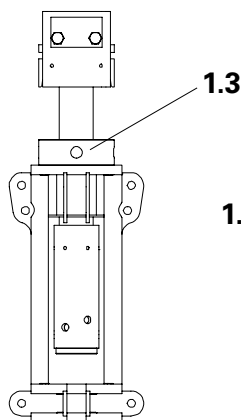

Fig. 2
1. Ruotare in senso orario la madrevite (1.3) con l'albero di montaggio fino al fine corsa. (Fig. 2)